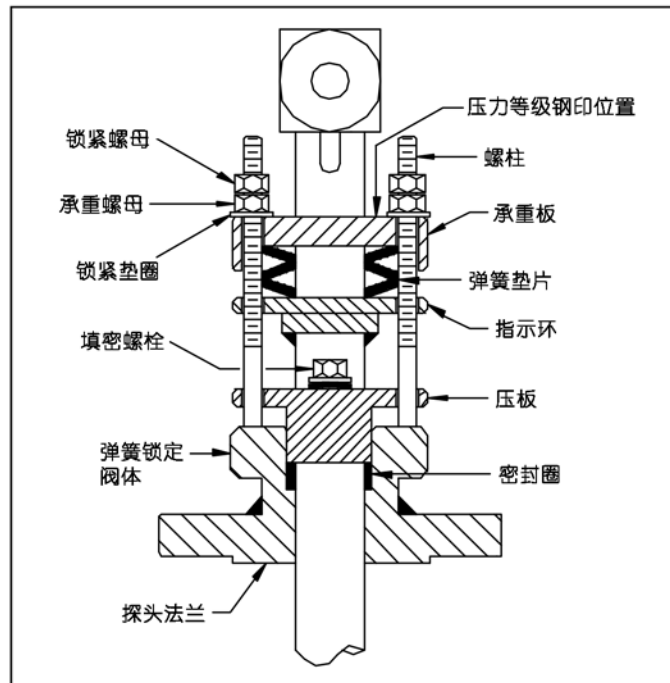

图 3：弹簧锁定装置剖面图
- 压板和填料环安装就位（厂家组装）后，将探头插入密封套（图 3）。轻轻将探头/垫片和安装法兰用螺栓固定在一起(用手拧紧)。插入组件，直至探头接触管道另一侧。调整探头方向，使仪表接头上标注着"Flow"方向的箭头与流体流向一致并与管道的轴线方向夹角在 $\pm 3^\circ$ 内。焊接件的轮廓应与管道的轮廓相符。检查确保焊接件底部与管壁接触。